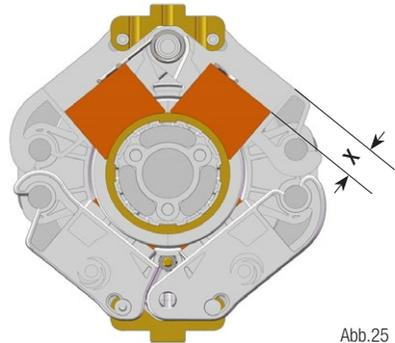

Abb.25
- Abnutzung der Stromabnehmer kontrollieren: Wenn $X \geq 20$ mm, austauschen (Abb. 25).